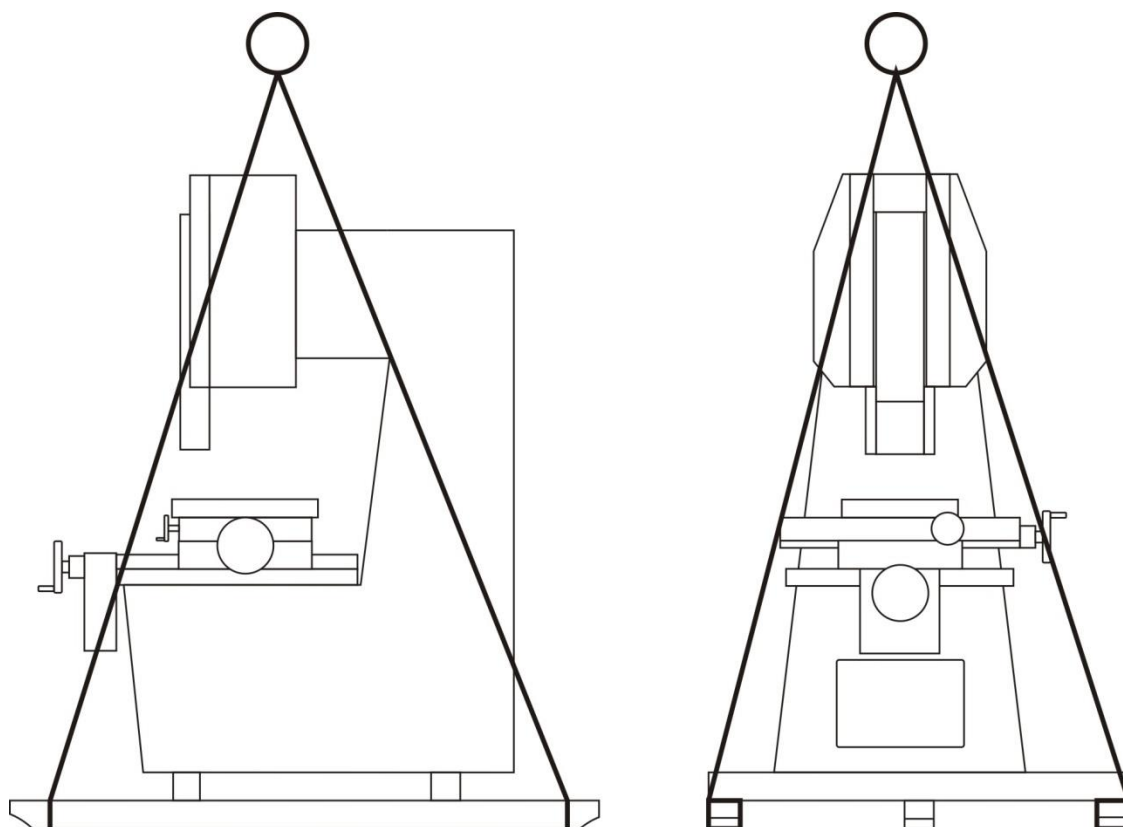

Fig. 6
1. À l'aide d'une grue (les cordes passent comme on a présenté à la fig.6)